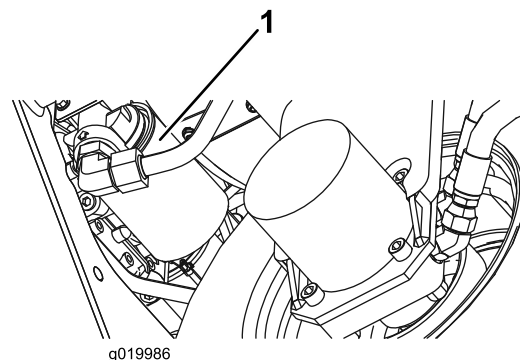

Figura 62
2. Pulite la superficie circostante il filtro. Collocate una bacinella di spurgo sotto il filtro (Figura 62), e togliete il filtro.